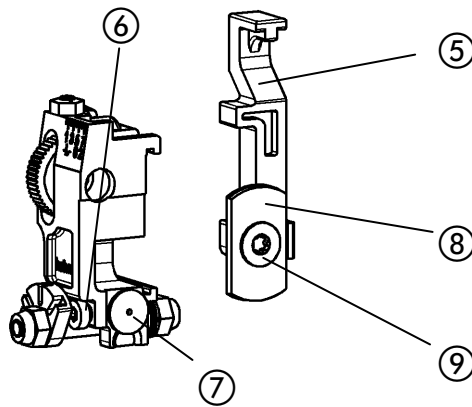

Fig. 33
- Fig. 33 -
- Soltar el tornillo de sujeción ⑥ y sacar la cuchilla redonda ⑦.